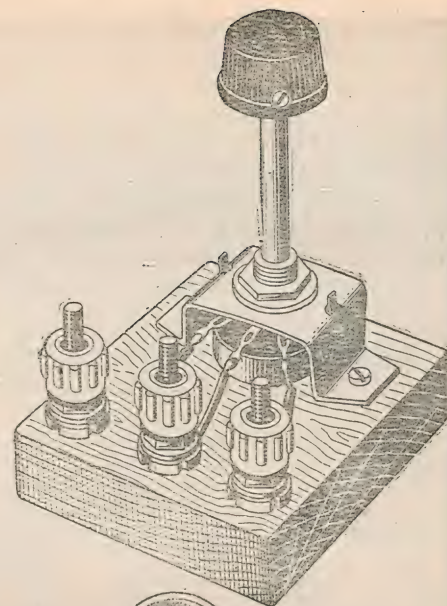

Рис. 8.
8. Переменное сопротивление 1,5 мом (рис. 8). Условное обозначение — R_1 .